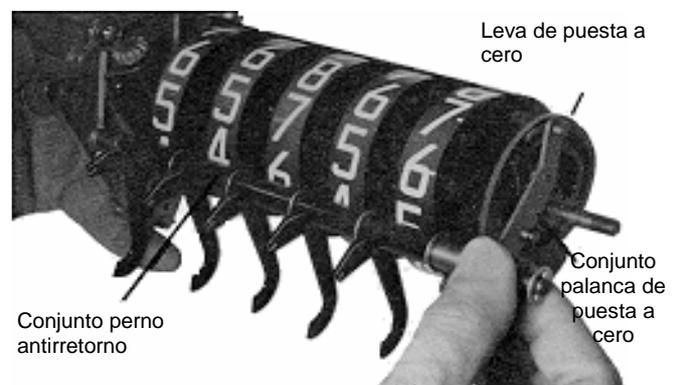

Figura 9. Desmontaje conjunto perno antirretorno
b. Retirar los pernos antirretorno y el conjunto palanca de embrague de los tambores. Ver Figura 9.